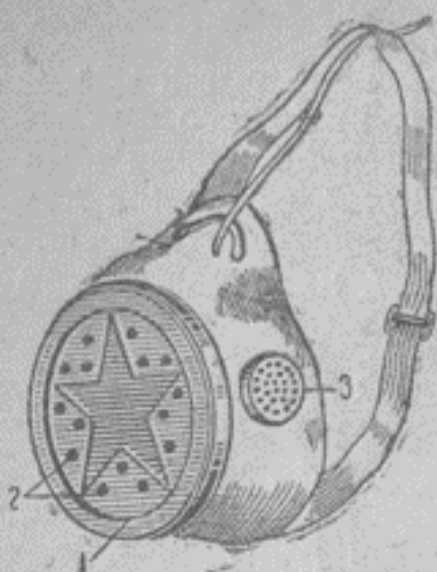

Рис. 3. Респиратор КЗМ.
**Респиратор КЗМ (клапанный).** Лицевая часть имеет примерно такой же вид, как и у респиратора Маршака (рис. 3). В переднюю часть вмонтирована жестяная коробка 1, закры-